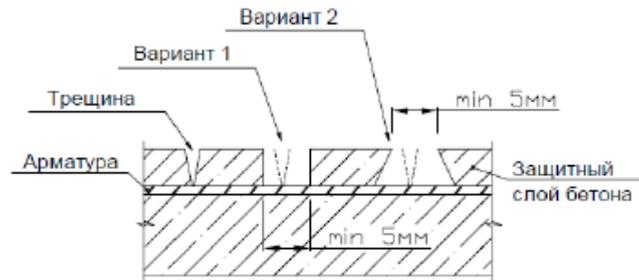

Рис. 3 Схемы разделки трещин
- производится раскрытие трещины в виде прямоугольника либо трапеции (см. Рис. 3);